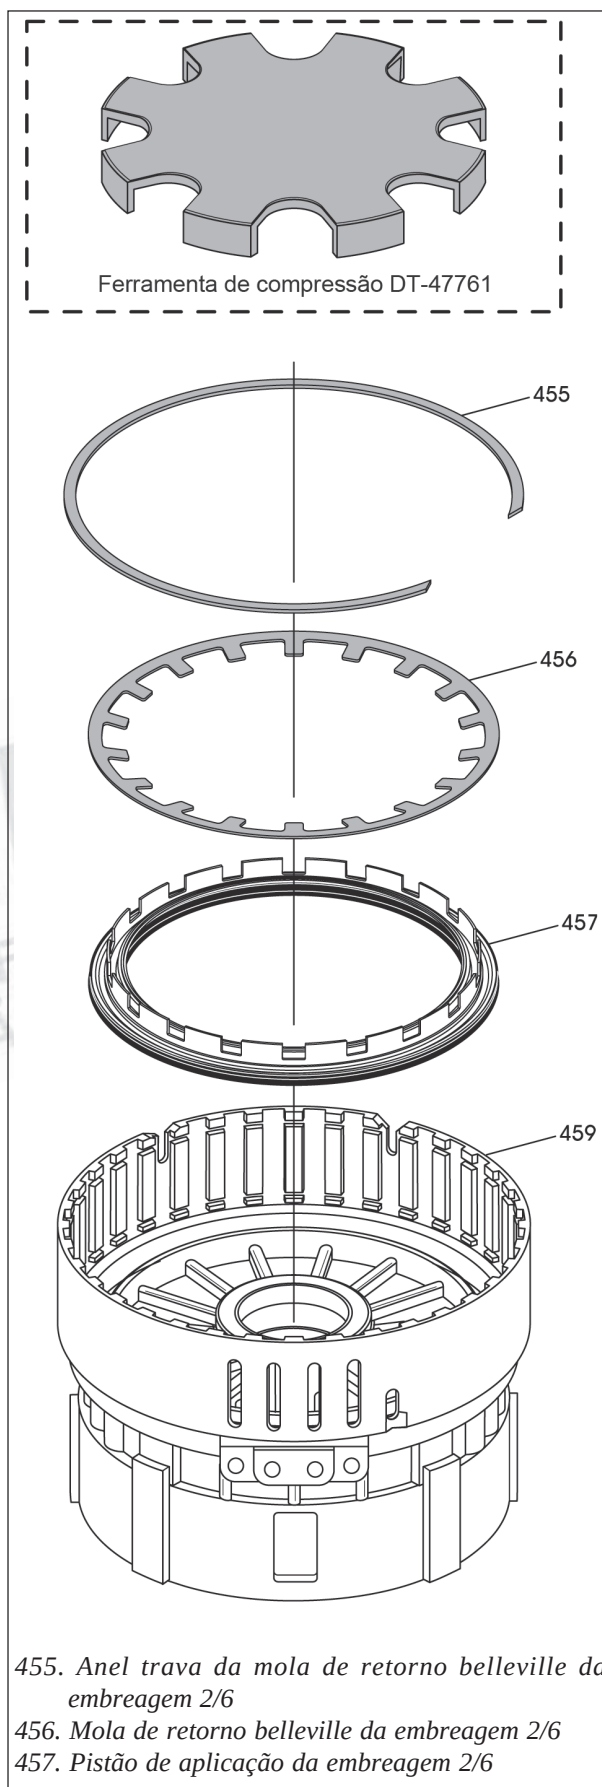

Figura 108
5. Posicione o suporte central em uma superfície plana com sua parte frontal voltada para cima (veja figura 108).
6. Lubrifique as superfícies de vedação de um NOVO pistão da embreagem 2/6 e instale-o no suporte central, conforme mostra a figura 108.
7. Instale a mola de retorno tipo belleville no pistão com suas orelhas de encaixe voltadas para baixo, conforme mostra a figura 108, e que as orelhas se encaixem nas reentrâncias do pistão.
8. Utilizando a ferramenta compressora DT-47761 mostrada na figura 108, comprima a mola de retorno e instale seu anel trava.